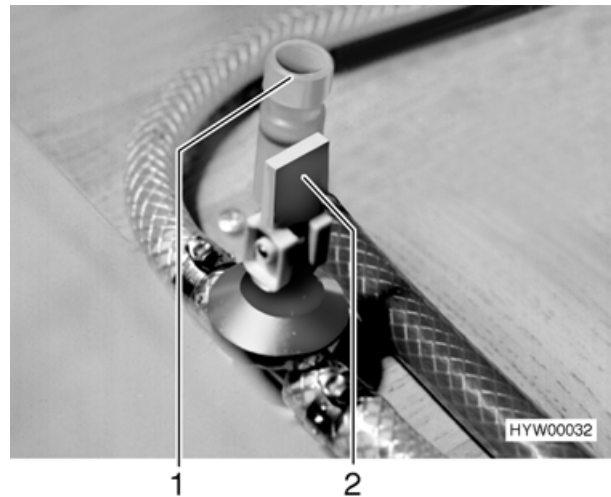

Bild 98 Ablassventil (Moving)
- Ablassventil für Boiler schließen. Kipphebel (Bild 98,2) waagrecht stellen.
- Ablassventil für Kaltwasser schließen. Weiße Ventilkappe (Bild 98,1) im Uhrzeigersinn zudrehen. Der Einbauort der Ablassventile ist in der Tabelle "Lage der Ablassventile" am Ende dieses Kapitels aufgelistet.
- Die weißen Ventilkappen (Bild 81 bzw. Bild 98,1) entgegen dem Uhrzeigersinn aufdrehen.
- Den Kipphebel des Ablassventils (Bild 98,2) für den Boiler senkrecht stellen (Moving).